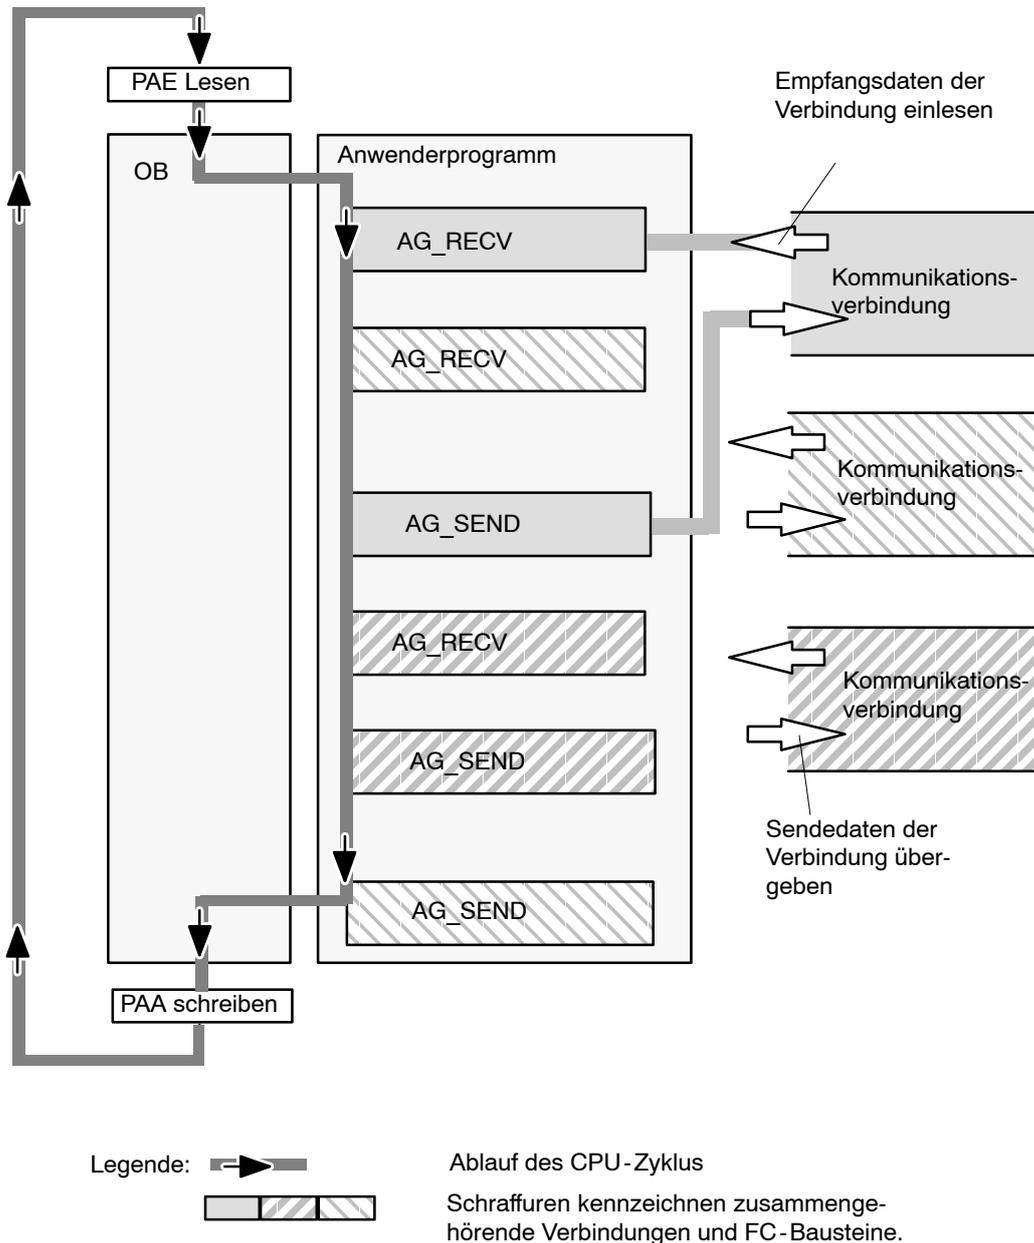

Bild 4-2 Typische Ablaufsequenz für FC-Bausteine im CPU-Zyklus
- Das Anwenderprogramm, das aus beliebig vielen Bausteinen (OB, FB oder FC -> siehe auch /6/) bestehen kann, greift auf mehrere Verbindungen zu (im Bild 4-2 dargestellt sind 3 Verbindungen).